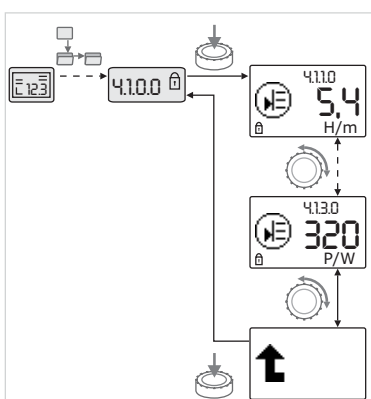

Рис. 37: Вызов информации
- Вращая красную кнопку, можно управлять элементами меню типа «Информация» текущего подменю (см. рис. 37). Пояснения настроек, представляемых символами, см. в таблице в главе 8.7 «Указатель элементов меню» на стр. 194.